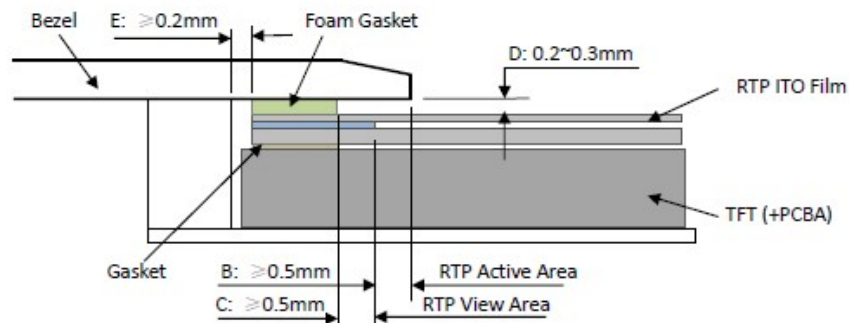

Figure 4
- It should bezel touching the RTP Active Area (A.A.) to prevent abnormal touch. It should left gap $D=0.2\sim 0.3\text{mm}$ in between. (Figure 4)
- 为避免面框直接压在动作区 (A. A.) 上造成误动作，面框与电阻触摸屏 (RTP) 之间应留有一定的空隙 $D=0.2\sim 0.3\text{mm}$ 之间。(附图 4)
- 设计面框时，要注意用面框保护触摸屏四周的非保证操作区域，因为布线区域在此处形成一台阶，在此区域附近操作时 ITO Film 变形较大，容易导致 ITO 损坏而降低寿命。为保护 RTP 和避免误操作，在 RTP 与面框之间垫缓冲物 (Gasket)，我们建议设计面框应覆盖动作区的边缘，面框边缘到 V. A. 区的距离 $B\geq 0.50\text{mm}$ ；垫圈内边缘到 V. A. 区的距离 $C\geq 0.50\text{mm}$ 。(附图 4)
are $B \geq 0.50\text{mm}$; $C \geq 0.50\text{mm}$. (Figure 4)
- The bezel side wall should keep space $E = 0.2 \sim 0.3\text{mm}$ from the RTP. (Figure 4)
- 在设计面框与 RTP 组装时，应考虑到面框内侧与 RTP 外侧的间距 $E \geq 0.2\text{mm}$ 。（附图 4）